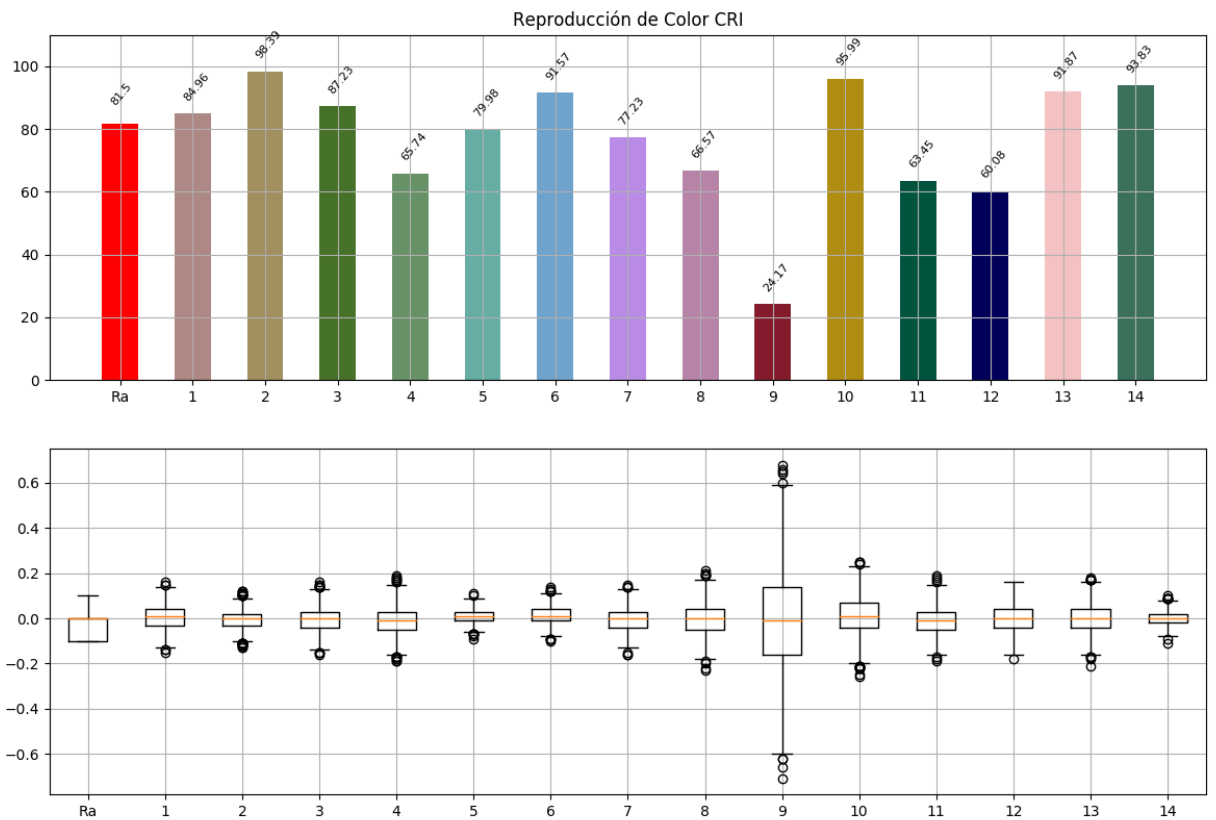

Figura 18: Ejemplo CRI para varias iteraciones
La Figura 18 muestra la gráfica de resultado del CRI para varias iteraciones con el promedio del resultado para para el R_a y sus catorce (14) muestras de color. En la parte inferior de la gráfica se observa la barra de error en el cálculo, para todos sus resultados.